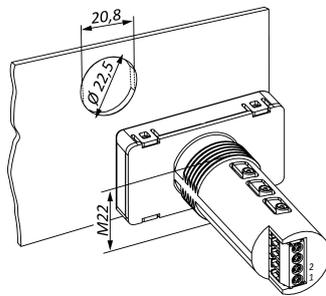

Рисунок 5.2
- подготовить в щите круглое отверстие диаметром 22,5 мм (для предотвращения прокручивания прибора, отверстие можно выполнить сложной формы (см. рисунок 5.2));